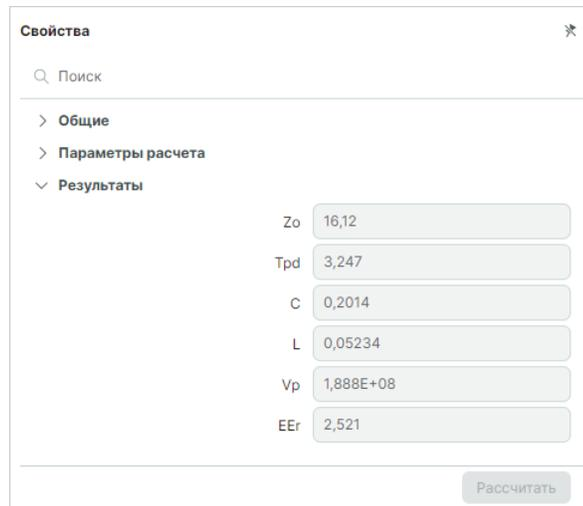

Рис. 43 Результаты расчета
5. Дождитесь окончания расчета, значения электрических свойств ПО будут представлены в группе свойств «Результаты» (Рис. 43):